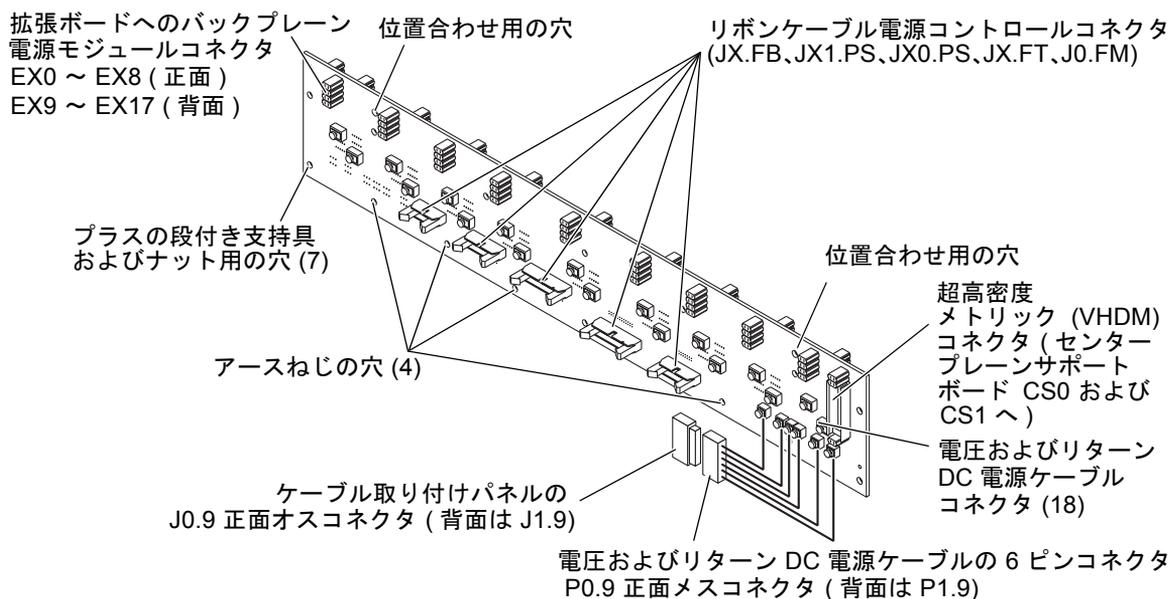

図 15-1 電源センタープレーンの電源制御接続部
5. 5 つのリボンケーブル電源コントロールコネクタを、電源センタープレーンから取り外します (図 15-1)。
4. 5 つのリボンケーブル電源コントロールコネクタを、電源センタープレーンから取り外します。詳細は、図 15-1 を参照してください。